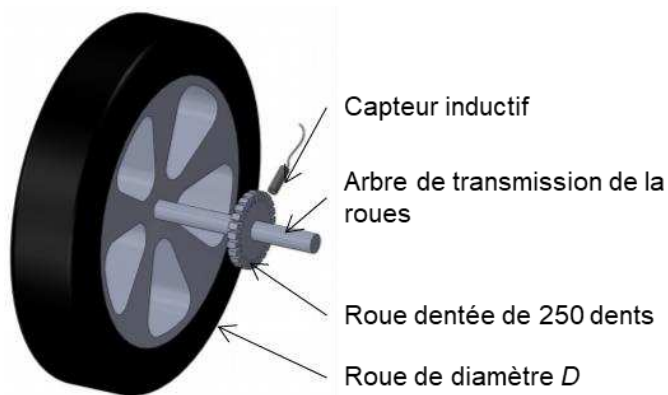
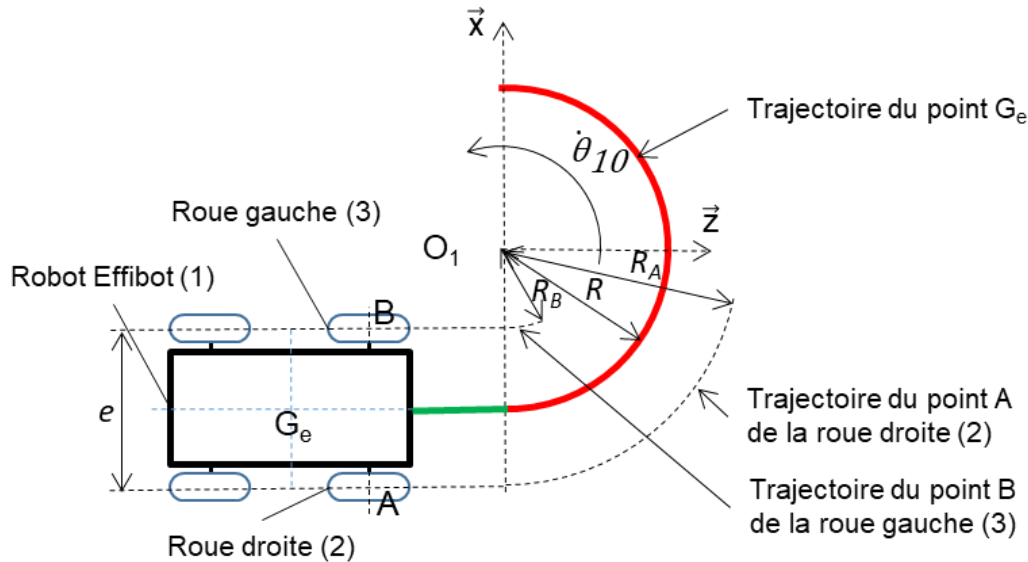

Figure 8 : positionnement du capteur inductif
Figure 9 : paramétrage du problème
En sortie d'un capteur inductif, il est nécessaire d'adapter la tension délivrée pour être conforme aux caractéristiques des entrées numériques du microcontrôleur. La structure figure 9 permet d'adapter (diviser) la tension issue du capteur en une tension comprise entre 0 V et 5 V. Le courant dévié sur l'entrée du microcontrôleur est considéré comme nul.
Nd et Ng sont déterminés à partir des capteurs inductifs de la roue droite (2) et de la roue gauche (3) (voir figure 8, figure 9) et d'un programme de calcul détermine le nombre d'impulsions (un relevé du nombre d'impulsions est réalisé toutes les 2 secondes).